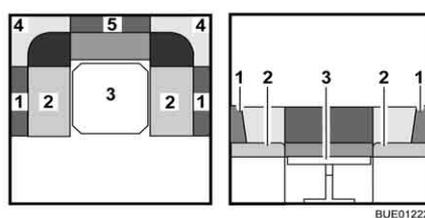

Fig. 99 Durante la trasformazione
- Rimuovere tutti i cuscini dello schienale (Fig. 99,1, 4 e 5) e riporli.